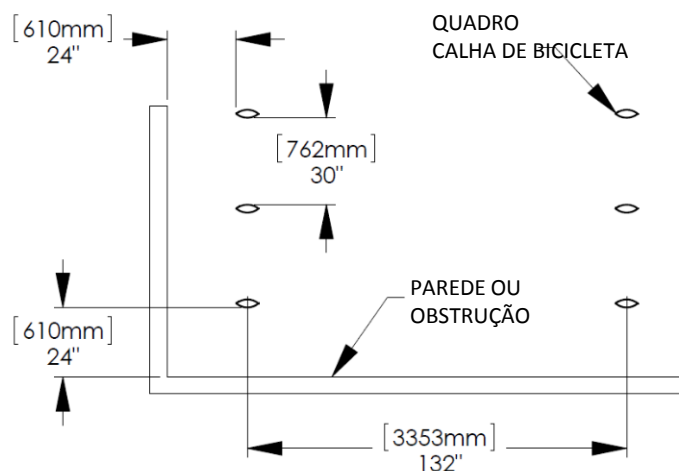

Fig. 1. - Espaçamento recomendado de acordo com a Associação de Pedestres e Profissionais de Bicicleta (APBP)
4. Marque os locais para os buracos. Ver Fig.1. para espaçamento recomendado.